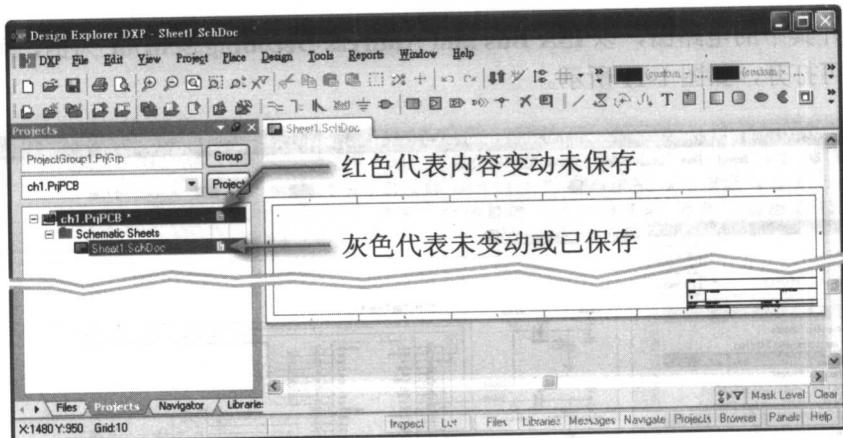

图 1-8 电路图编辑环境
- ④ 指定所要新建的文件种类后，在 **Projects** 面板里，将产生一个文件，以电路图文件（**Schematic** 项）为例，将产生 Sheet1.SchDoc 项，同时，也进入电路图编辑环境，如图 1-8 所示。